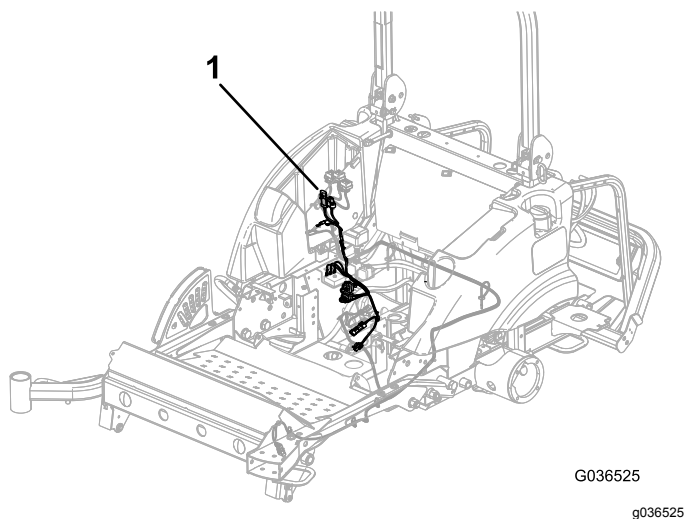

Bild 30
- C. Verlegen Sie den Kabelbaum der Hubverzögerung zur vorher befestigten Relaishalterung und stecken Sie die drei Timeranschlüsse in den Timer (**Bild 30**).